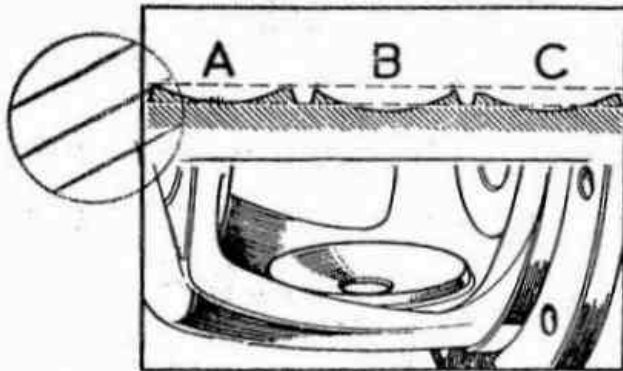

Fig. E -38 Asientos de los satélites
- 2.5. Verificar los asientos de los piñones en la caja de satélites. Estos - - asientos esféricos (Fig. E -38), deben tener sus extremos a la misma altura, sin que existan escalones o huecos debido al desgaste. Si se observa algún defecto importante, cabe proceder a la sustitución.